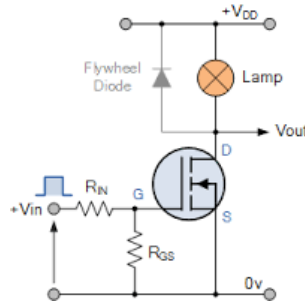

Figura 01. Circuito para hallar probar el funcionamiento del mosfet.
**5.1 Circuito con Mosfet.-** Simular el circuito de la figura 01 en Proteus, armar el circuito en protoboard, dimensionar Rin y Rgs, y conectar una carga Lámpara 12V – 20W.